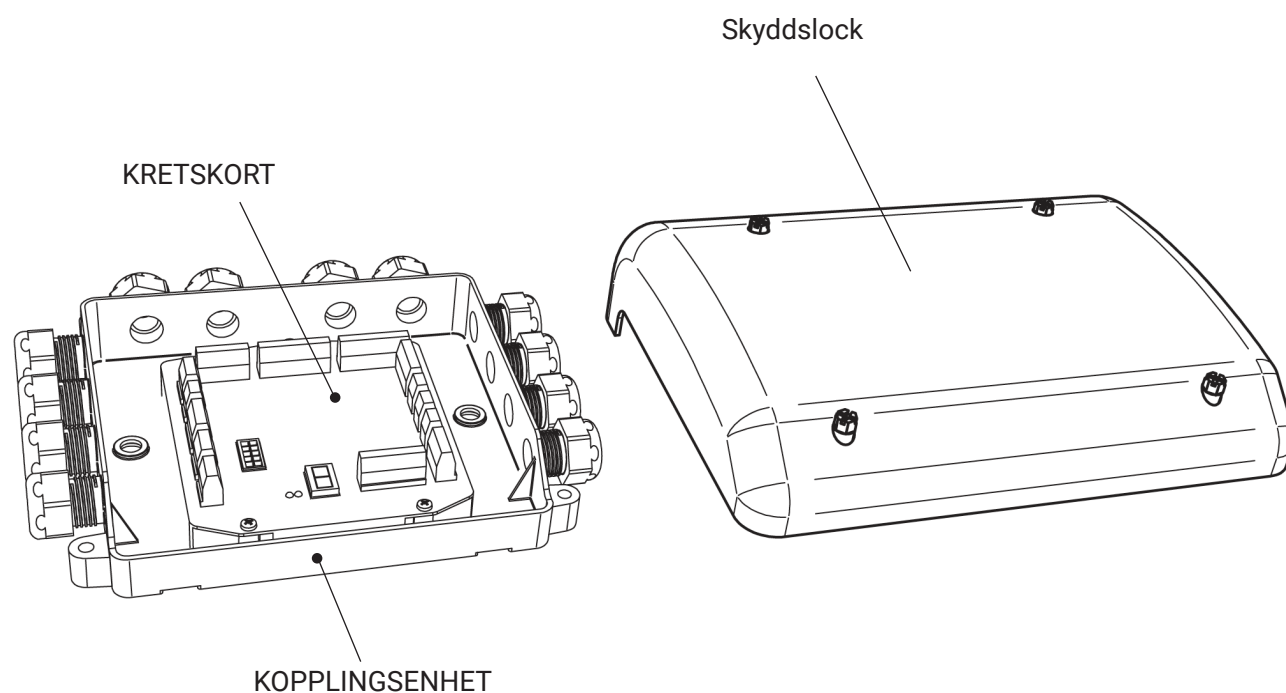

Bild 63. Kopplingsenhet
1. Demontera kopplingsenhetens lock, monterad med fyra skruvar, se Bild 63.